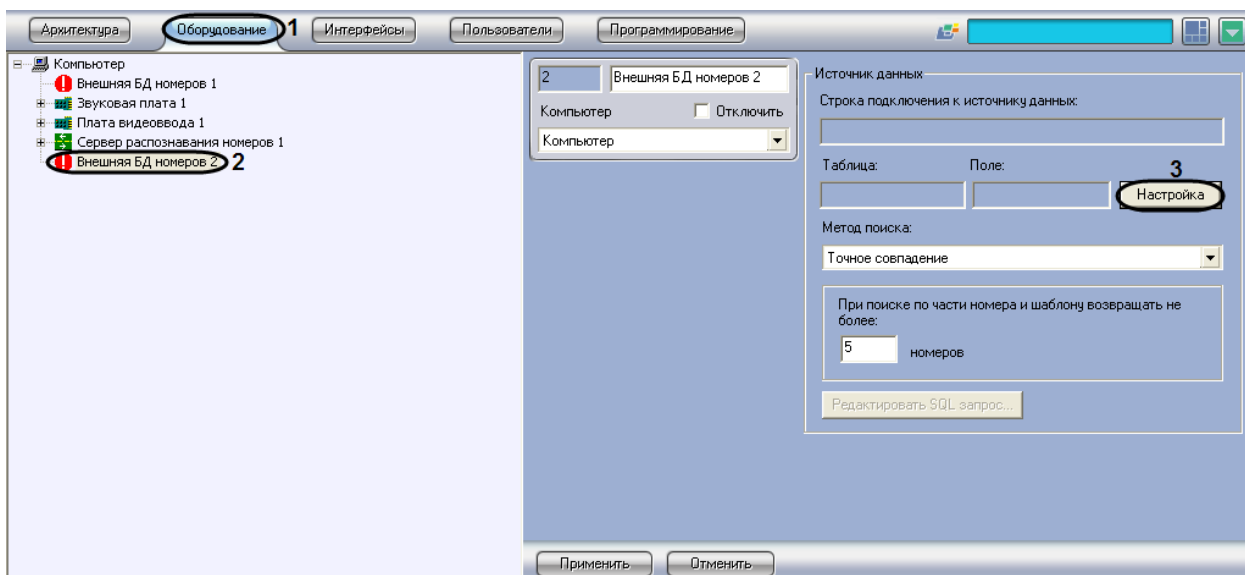

Рис. 7.5—1. Подключение к внешней базе данных
2. Выбрать в дереве объект «Внешняя БД номеров» (Рис. 7.5—1, 2).
3. Нажать кнопку «Настройка» (см. Рис. 7.5—1, 3).